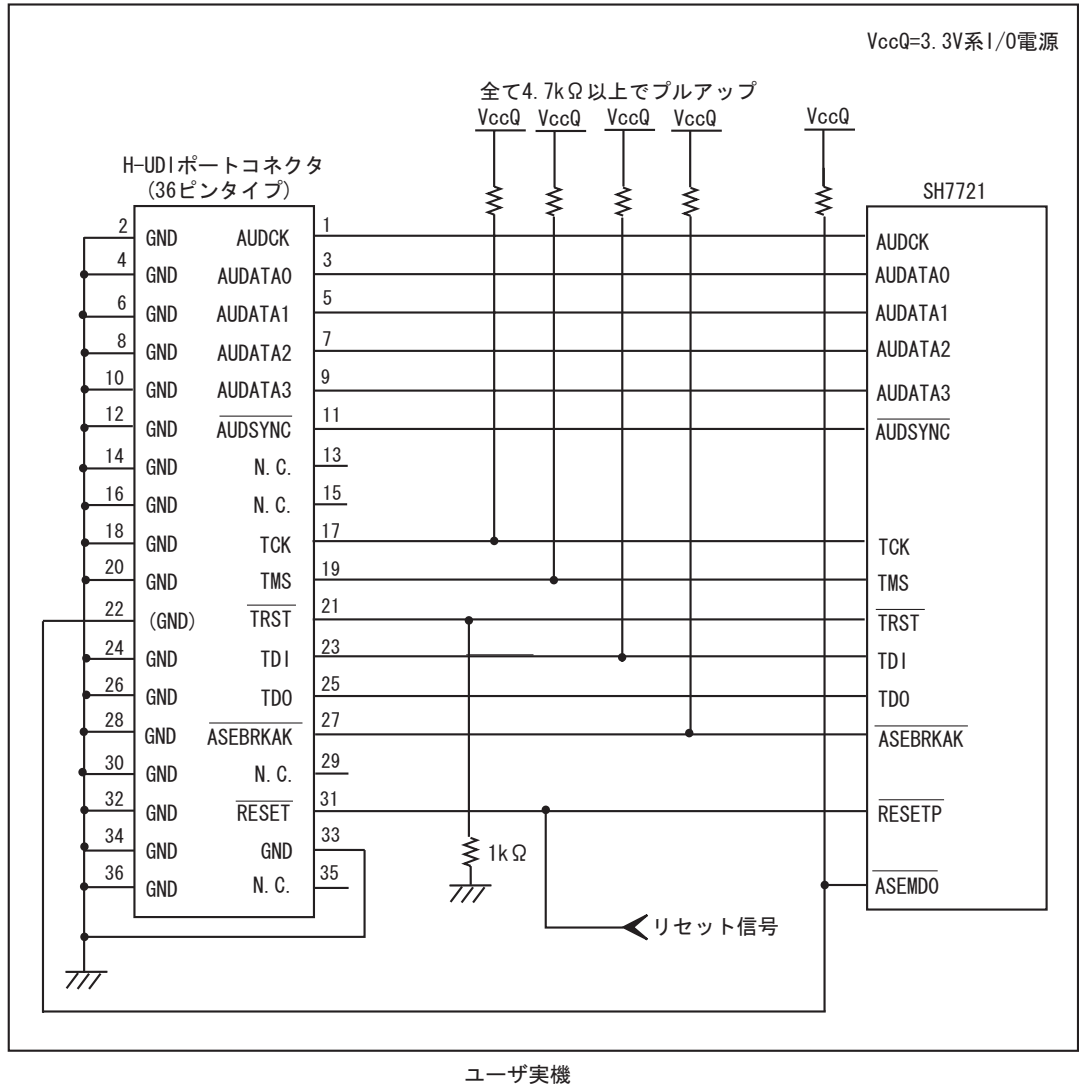

図 1.4 E10A-USB 使用時の H-UDI ポートコネクタ - チップ間の接続例
E10A-USB エミュレータ使用時の H-UDI+AUD ポートコネクタ(36 ピンタイプ)とチップ間の推奨接続例を図 1.3、UVCC 未接続時の接続例を図 1.4 に示します。
6. 図 1.3, 図 1.4 に記載されている抵抗値は、参考値です。
- 図 1.4 接続例で回路を組んだ場合の E10A-USB エミュレータのスイッチ設定：SW2=0, SW3=1 スイッチ設定の詳細は、「SuperH™ファミリ用 E10A-USB エミュレータユーザーズマニュアル 3.8 DIP スイッチの設定」を参照してください。